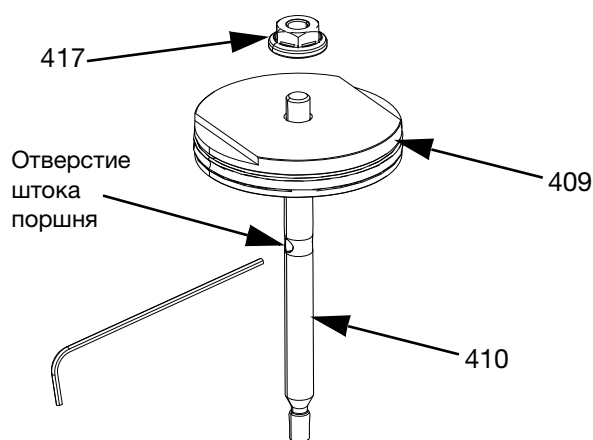

Рис. 19
6. При использовании клапанов «шар/седло» (Рис. 19):
- а. Вставьте шестигранный ключ в паз на штоке поршня (410), отвинтите гайку (417) при помощи гаечного ключа на 7 мм.